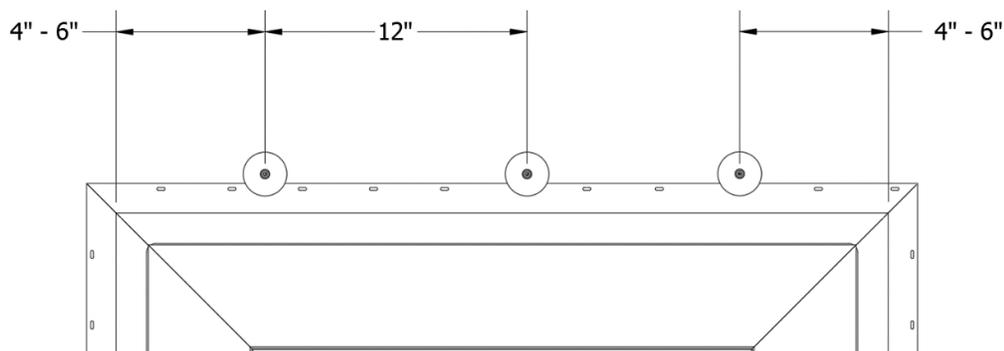

Рисунок 24. Крепление верхнего бруса шайбами
- I) Установите увеличенные шайбы на расстоянии 4"–8" (101,6–203,2 мм) от сварных углов, затем на расстоянии 12" (304,8 мм) по центру на оставшейся части крепежного бортика. См. *рисунок 24*.